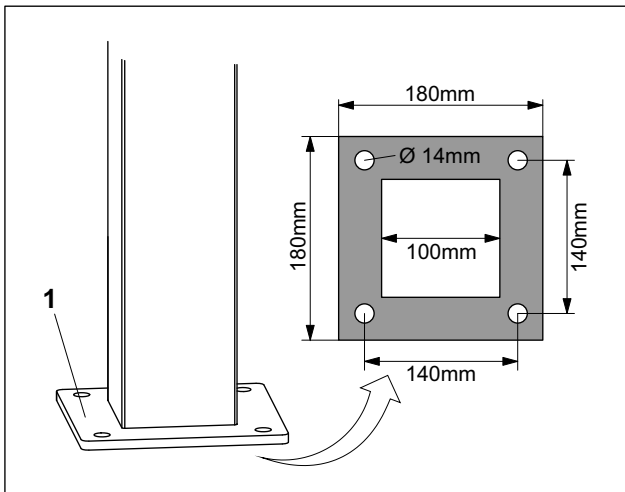

Fig. 2 Embase de la borne
1. Reporter l'emplacement des quatre trous à l'aide de l'embase (fig. 2/1) de la borne sur la semelle de béton. Alternativement, on peut se référer aux cotes de perçage indiquées dans la figure ci-contre.